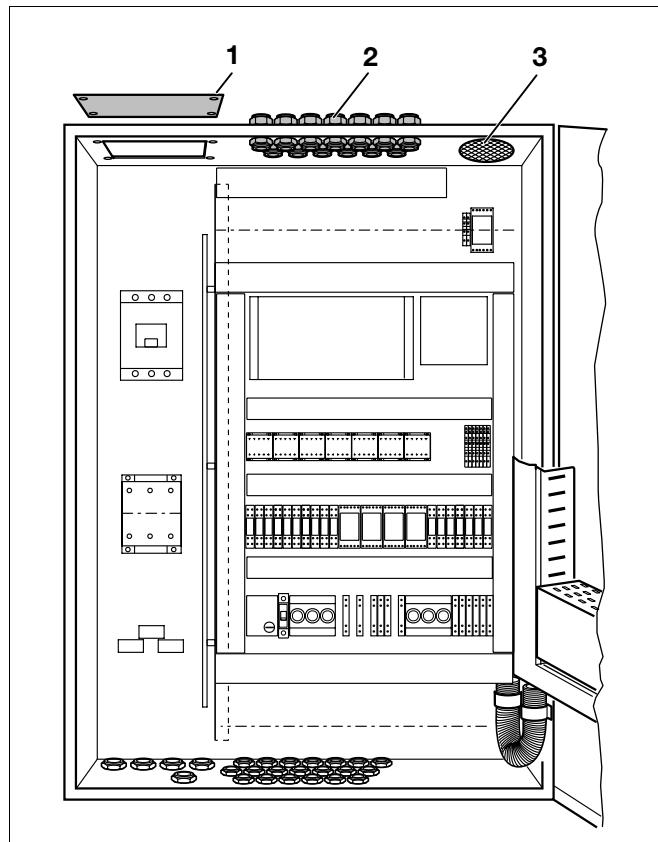

Рис. 12 Подвод кабеля к электрощиту модуля блок-ТЭС
- Снять крышку (рис. 12, поз. 1) и установить кабельный ввод заказчика для прокладки силового кабеля.
- Подвести присоединительные кабели через кабельные вводы в верхней части модуля (рис. 12, поз. 2).
#### Экспликация к рис. 12